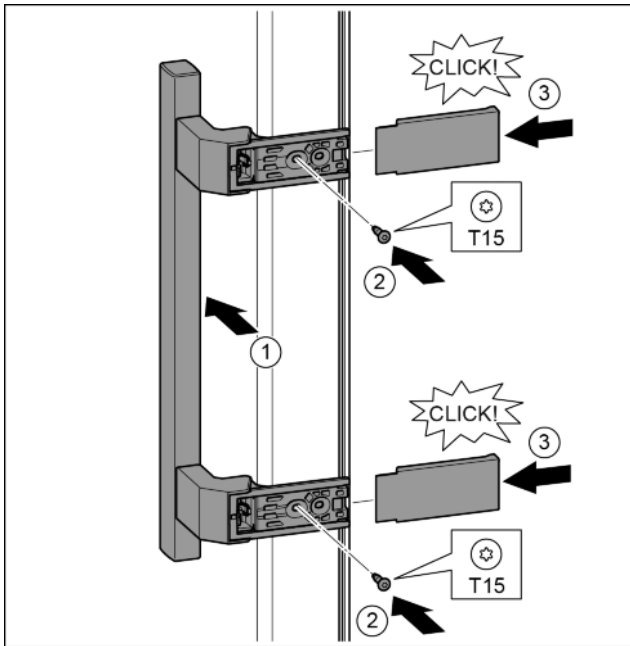

Fig. 17
- ▶ Applicare la maniglia sul lato opposto. Fig. 17 (1)
- ▶ Serrare le viti con il cacciavite T15. Fig. 17 (2)
- ▶ Applicare le coperture lateralmente e inserirle spingendo. Fig. 17 (3)